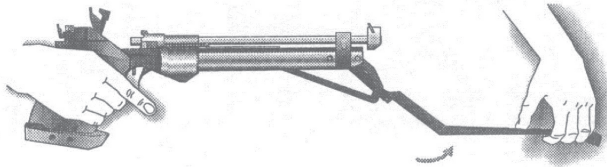

Рисунок 5
- отвести рычаг нагнетания в крайнее переднее положение (рисунок 5), при котором открывается казенная часть ствола за счет поворота крышки вверх на 90°;